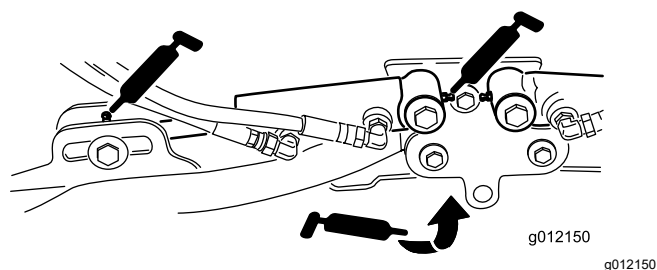

Рисунок 42
- Цилиндры подъемных рычагов режущего блока (по 2 шт.) (Рисунок 42).